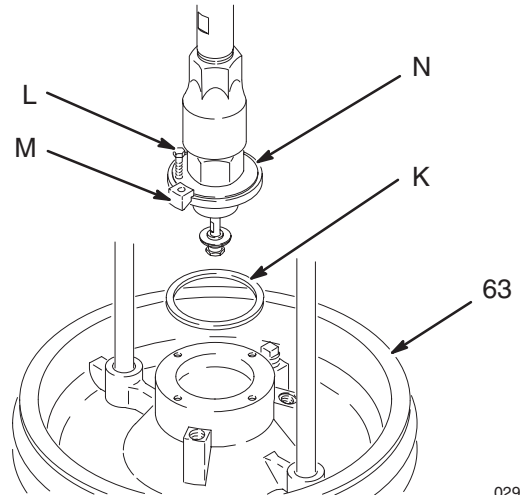

Fig. 3
4. Coloque la junta (K) del kit de montaje ref. pieza 222776 en la placa del "ram" (63). Vea la Fig. 3. Afloje los tornillos de sujeción de la ménsula de montaje (35), y descienda cuidadosamente la bomba hacia la junta y la placa. Sujete la brida de la admisión de la bomba (N) a la placa usando los tornillos (L) y las orejetas (M) que se incluyen en el kit de montaje.